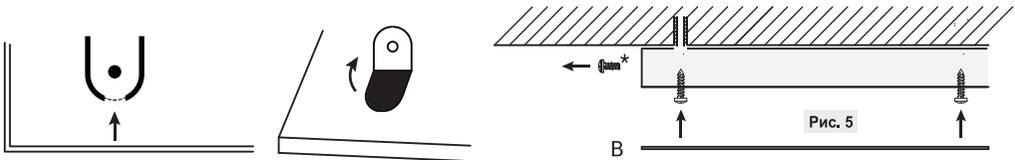

Рис. 4
- 6.1. Для подвесного монтажа следует использовать отгибющиеся установочные уши на задней поверхности панели. (Рис.4.) Присоединение питания аналогично предыдущим пунктам.
- 6.1. Для підвісного монтажу слід використовувати відгинаються настановні вушка на задній поверхні панелі. (Рис.4.) Приєднання харчування аналогічно попереднім пунктам.